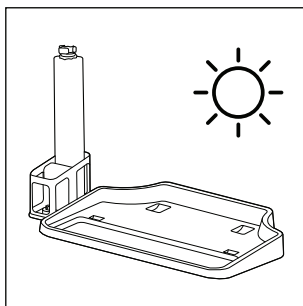

Fig. 38
- ◆ Para el secado, también puede colocar el rodillo de cepillos ❹ en posición vertical en el soporte para el rodillo de cepillos ❺ de la estación de soporte y limpieza (consulte la fig. 38).